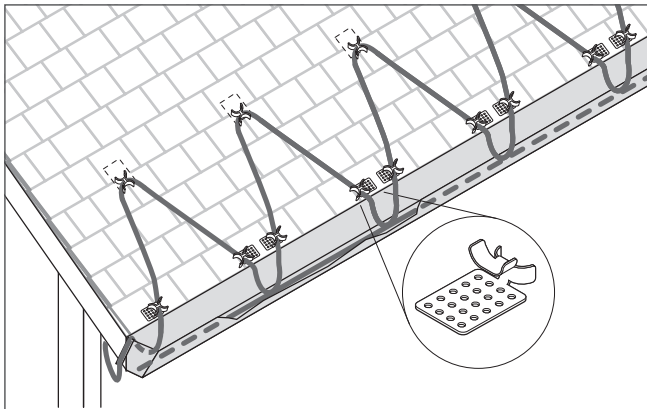
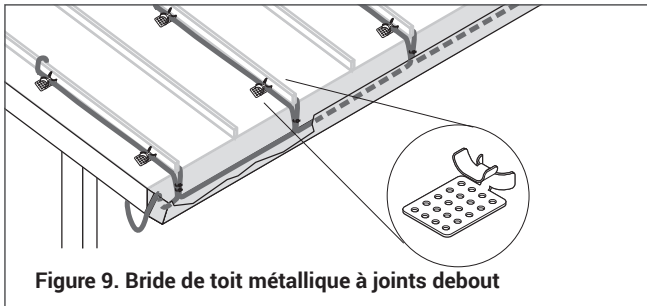

Figure 7. Brides de toit standard
Figure 9. Bride de toit métallique à joints debout
- Les brides peuvent être fixées à un toit en bardeaux avec des clous ou des vis, comme il est illustré à la figure 7. Les brides peuvent être fixées à un toit métallique avec des clous, des vis, ou un adhésif comme il est illustré à la figure 9. (Voir les directives d'installation H56723 pour plus de détails.) Au besoin, assurer l'étanchéité des trous de clou ou de vis avant d'installer le câble chauffant dans les brides.